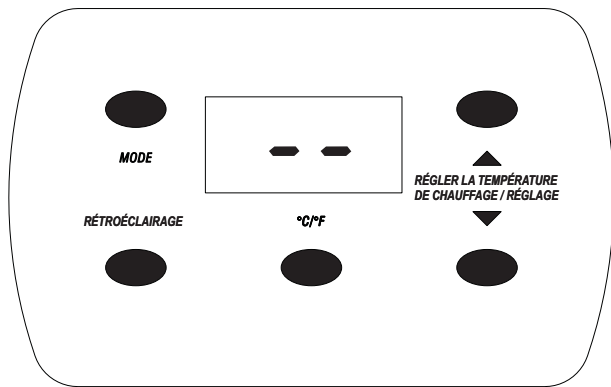

Figure 9
- Chaque témoin clignotera quatre fois, puis l'appareil de chauffage passera en attente du mode Télécommande. En attente du mode Télécommande, le témoin DEL clignotera lentement et un tirit double « - - » apparaîtra sur le panneau d'affichage. **Voir Figure 9.**